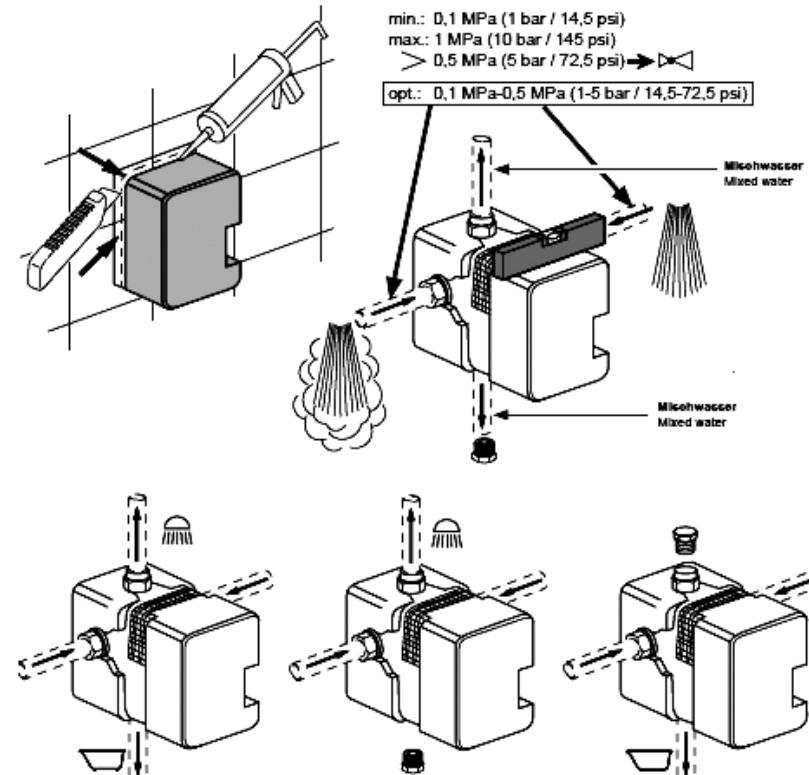

图 1.
- 将带有护箱水龙头按照图1的规定装到准备于安装的地方。安装深度范围具有«min» 和 «max» 标记。将混合水龙头连接到供水系统。将护箱去掉 (图1).